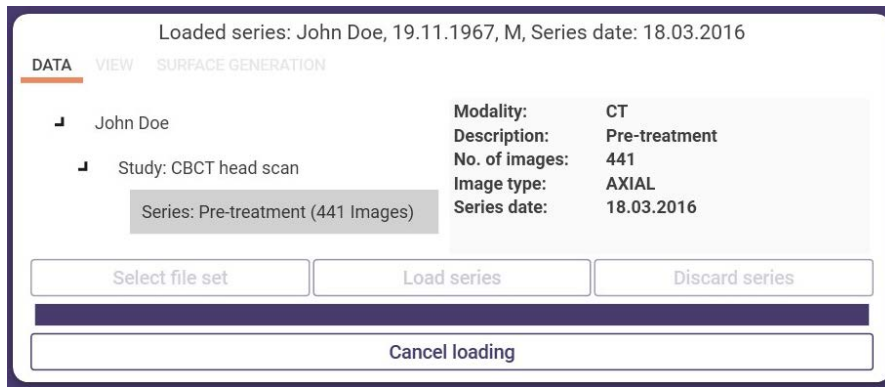

Abb. 4.5: DICOM-Control beim Laden einer DICOM-Series
3. Wählen Sie im Analysebereich eine DICOM-Series aus (die Auswahl einer Study / eines Patienten ist nicht möglich). Klicken Sie auf OK. Die DICOM-Series wird geladen (siehe Abbildung 4.5). Sie können den Ladevorgang abbrechen, indem Sie auf LADEN ABBRECHEN klicken.